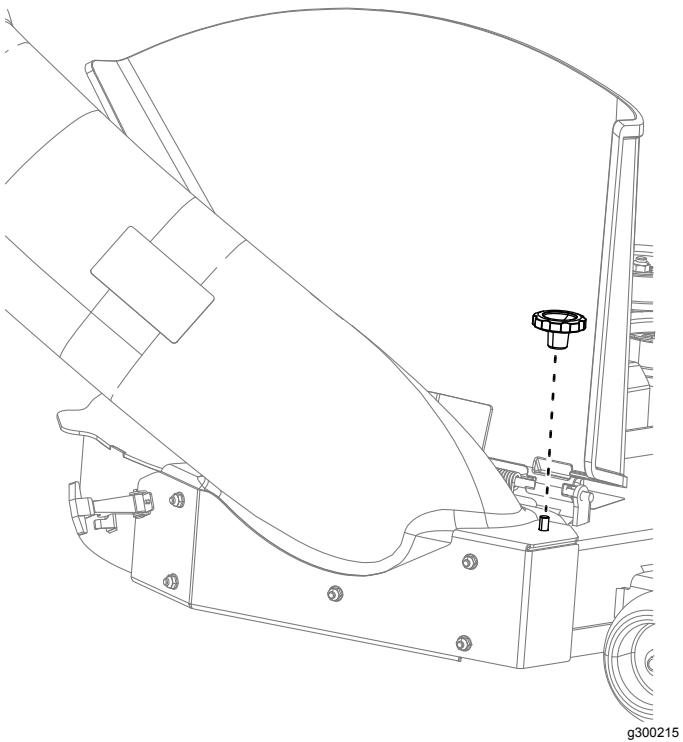

Figure 19
2. Montez le nouveau déflecteur d'ouverture sur le plateau de coupe à la place du déflecteur que vous venez de déposer (Figure 19).
5. Fixez le déflecteur avant au plateau de coupe à l'aide d'un écrou (5/16") et d'un boulon de carrosserie, comme montré à la Figure 19.
6. Fixez la goulotte sur le plateau de coupe avec la molette (Figure 19).
7. Serrez la molette à la main pour fixer la goulotte au plateau de coupe (Figure 19).